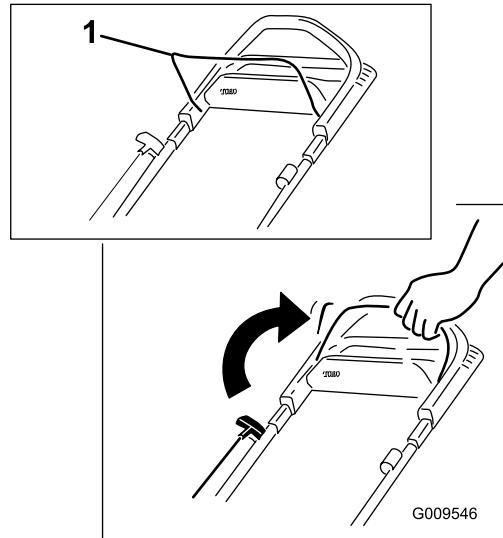

Figura 19
1. Mantenha barra de controlo da lâmina encostada ao manípulo (Figura 19).